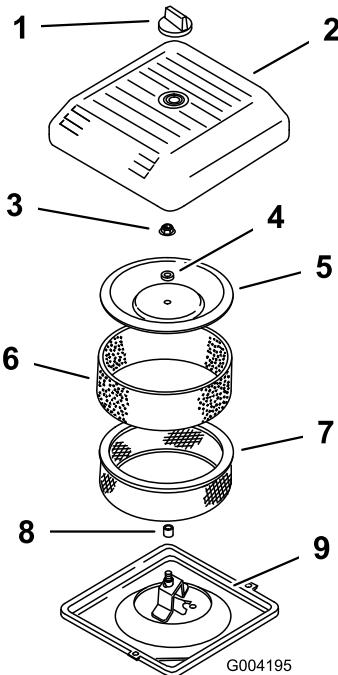

Figura 18
2. Desenrosque el pomo y retire la cubierta del limpiador de aire (Figura 18).
3. Deslice cuidadosamente el prefiltrado de gomaespuma para separarlo del elemento de papel (Figura 18).
4. Desenrosque la tuerca de la tapa y retire la tapa, el espaciador y el filtro de papel (Figura 18).
- Coloque el conjunto del limpiador de aire sobre su base (Figura 18).
- Instale la tapa y el espaciador y fíjelos con la tuerca de la tapa (Figura 18). Apriete la tuerca a 11 Nm.
- Instale la cubierta del limpiador de aire y fíjela con el pomo (Figura 18).